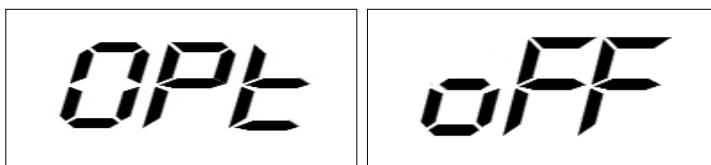
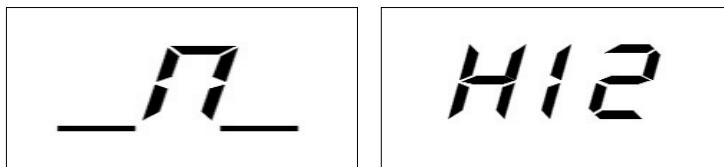

Abbildung F5.2 Das Optimierungsprogramm ist nicht verfügbar
Abbildung F5.3: Meldung "Reifendüse auf 12-Uhr-Position einstellen"
- 2) Wenn das statische Ungleichgewicht des Reifens weniger als 12 Gramm beträgt, zeigt der Bildschirm die in Abbildung F5.2 gezeigte Meldung eine Sekunde lang an und beendet dann automatisch das Optimierungsprogramm. Wenn das statische Ungleichgewicht des Reifens 12 Gramm oder mehr beträgt, zeigt der Bildschirm die in Abbildung F5.3 gezeigten Informationen an.
- 7) Nach dem Stoppen erscheint die in Abbildung F5.3 dargestellte Meldung. Es stehen zwei Optionen zur Verfügung: